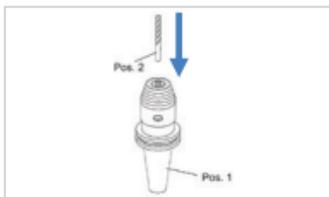

Abbildung 5: Werkzeug einfügen
- Schieben Sie das Werkzeug (Pos. 2) mit dem Schaft voraus bis zum Anschlag in die Aufnahmebohrung des Bohrfutters (siehe „Abbildung 5: Werkzeug einfügen“).